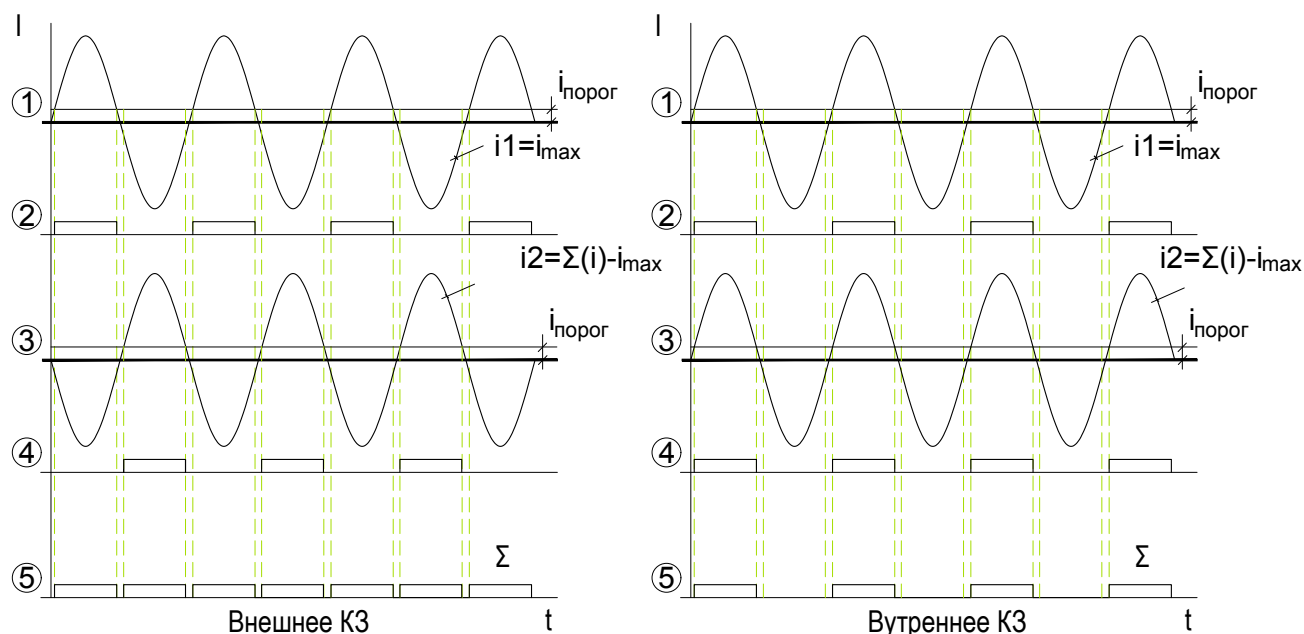
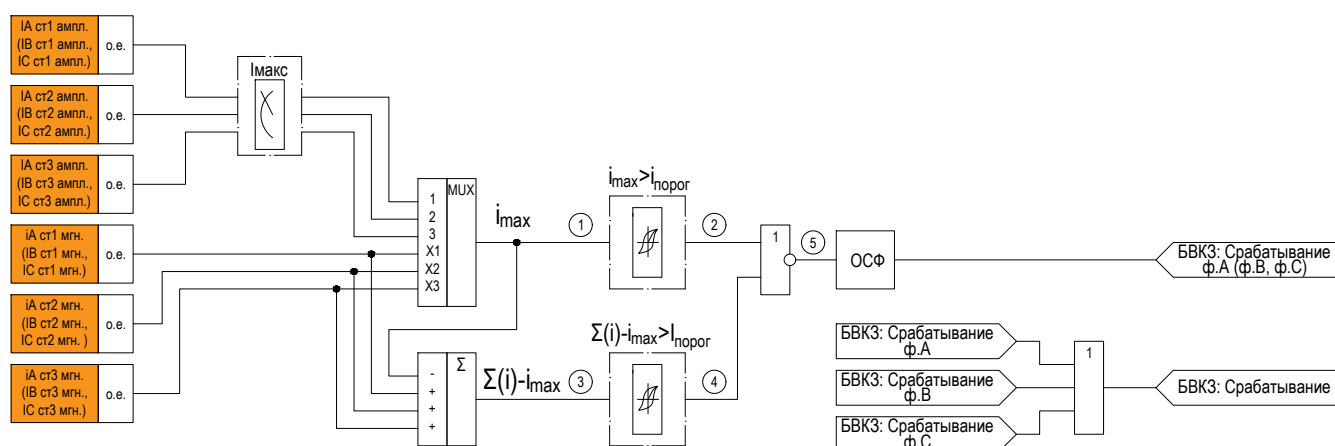

Рисунок 2.7 – Временные диаграммы работы функции «БВК3»
Рисунок 2.8 – Функциональная схема «БВК3»
2.2.8.2 Временные диаграммы работы функции «БВКЗ» в режимах внешнего и внутреннего КЗ приведены на рисунке 2.7, для однозначного соответствия точек измерения на функциональной схеме (рис. 2.8) и на временных диаграммах (рис. 2.7) точкам измерения присвоены цифры ①...⑤. На функциональной схеме (рис. 2.8) и временных диаграммах (рис. 2.7) указаны точки измерений.
2.2.8.4 Во время положительной полуволны тока каждой из сравниваемых величин устанавливаются сигналы 1 на определенных элементах схемы. Далее эти сигналы суммируются. При внешних КЗ в сумме сигналов практически отсутствуют паузы (паузы обусловлены пороговыми значениями элементов сравнения). При внутренних КЗ паузы по длительности приближаются к значению времени полупериода (см. рисунок 2.7). Длительность паузы является критерием блокировки при внешних КЗ. Вторая по счету от начала повреждения длительная пауза дает разрешение на работу ДЗТ.